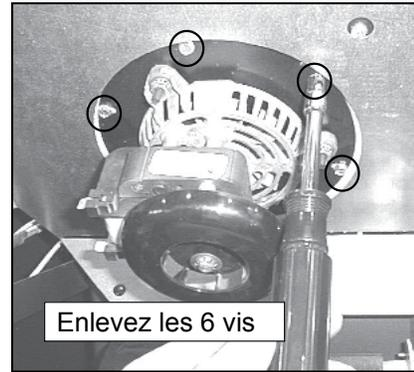

Figure 22.2
- Enlevez 6 vis en utilisant un tournevis à tête plate ou un tournevis à douille de 6 mm (1/4 po). Conservez les vis pour les utiliser sur un ventilateur de remplacement. **Figure 22.2.**